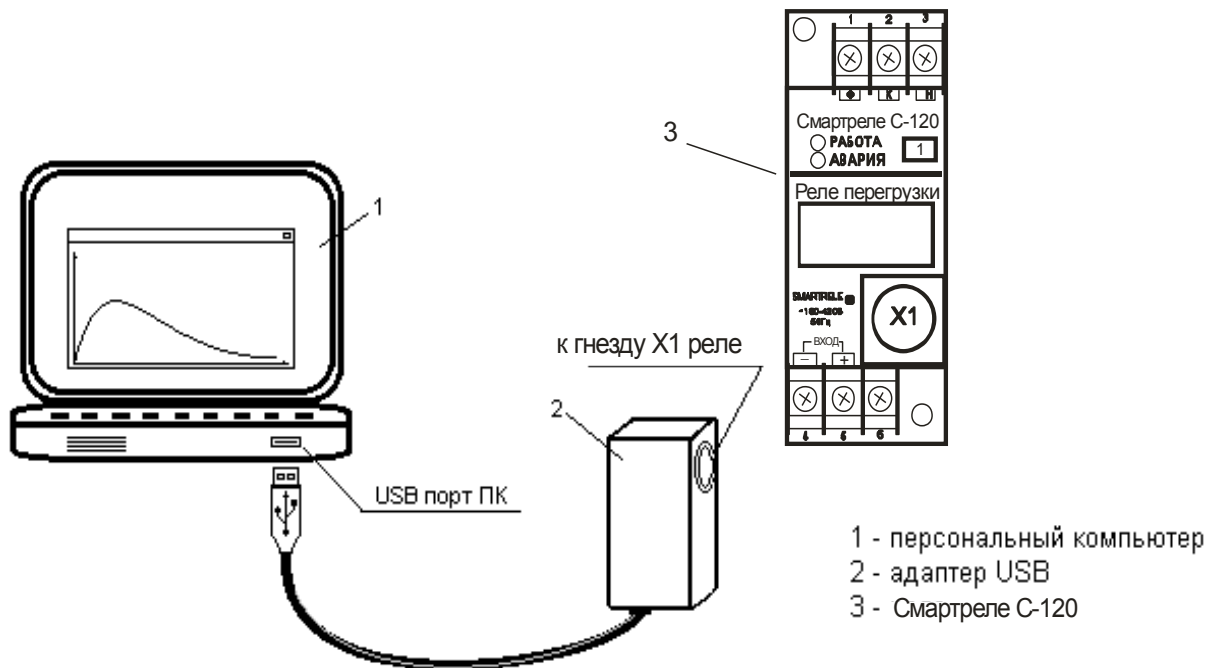

Рисунок 7 – подключение СМАРТРЕЛЕ С-120 к ПК при помощи адаптера USB
- соединить реле через разъем X1 с ПК с помощью Адаптера USB (рис.7);
- подать на реле напряжение сетевого питания - клеммы «Ф» (1) и «Н» (3).